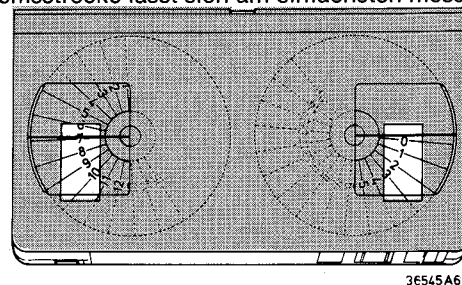

Fig. 2-2-2
- Auf die Oberseite der beiden Spulen Papier kleben (Mittelpunkt freilassen), siehe Bild 2-2-2.
- Dann das Band 15 Mal um 1 cm verlagern und folgende Linien und Ziffern anordnen (Bild 2-2-2).